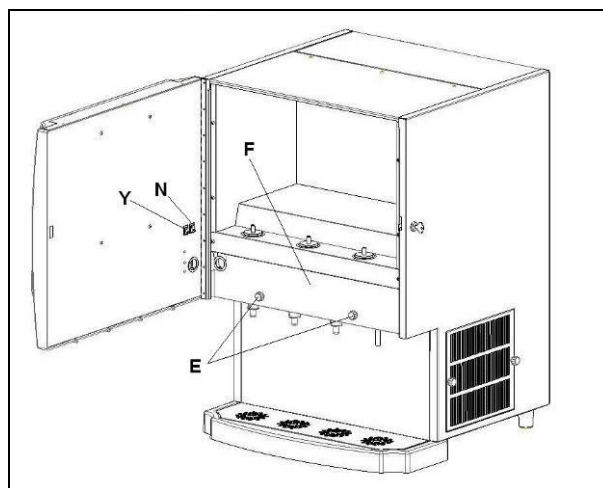

Fig. 8
- **E**scludere il circuito dello sciroppo (posizione 0 pulsante Y fig. 8).